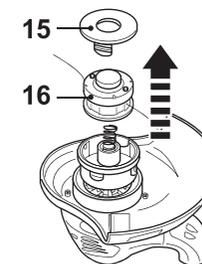

Fig. 20
- > Sortez la bobine [16] du boîtier et enlevez tout le fil [16] de la bobine. (Fig. 20).